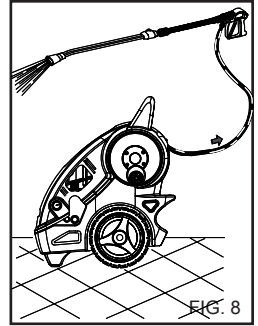

FIG. 8
Depois do uso, o circuito de sucção de detergente deverá ser enxaguado com água limpa (fig. 8).
- 1) Depois do uso com detergente, enxaguar o circuito da água em alta pressão (A.P.): fazer funcionar a bomba por 1 minuto com a torneira de dosagem completamente fechada. (fig. 8).
4) Depois do uso com detergente, enxaguar o circuito da água em alta pressão (A.P.): fazer funcionar a bomba por 1 minuto com a torneira de dosagem completamente fechada. (fig. 8).